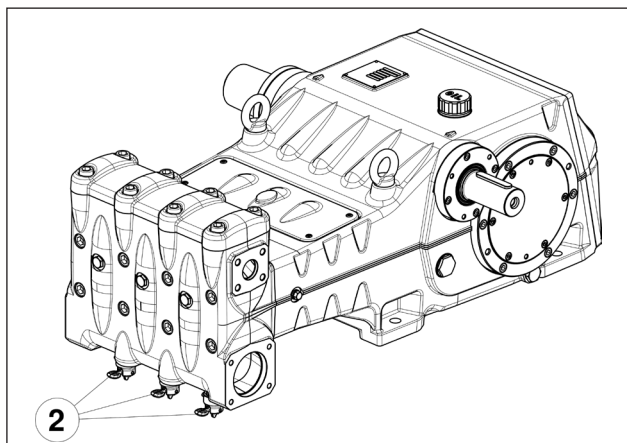
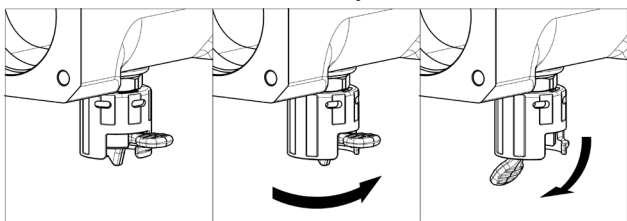

Fig. 9
Fig. 10
Em caso de armazenamento prolongado ou inatividade por longos períodos, verifique o bom funcionamento das válvulas de aspiração, abrindo os três dispositivos levantadores (veja pos. ② Fig. 9). Certifique-se de ter fechado as válvulas antes de acionar a bomba. Para as posições de "trabalho" e de "repouso", veja Fig. 10.